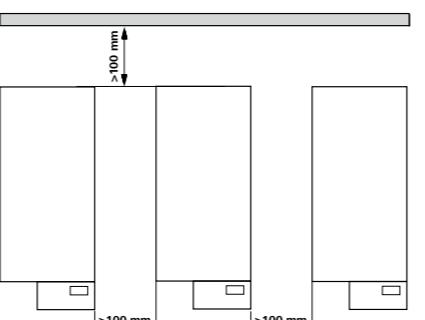

Fig. 2
- 确保仪器放置间距合理，仪器之间、仪器距离四周墙壁至少 100 mm ，仪器距离上方至少 800 mm 。（见 Fig. 2）